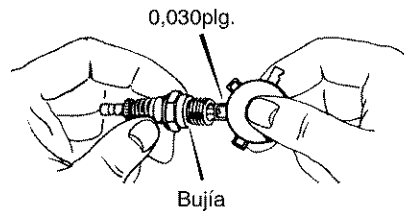

Figura 66
2. Revise el **entrehierro de la bujía** usando una **lámina calibradora** y restablezca el entrehierro a 0,030 plg. si fuera necesario. Vea la Figura 66.